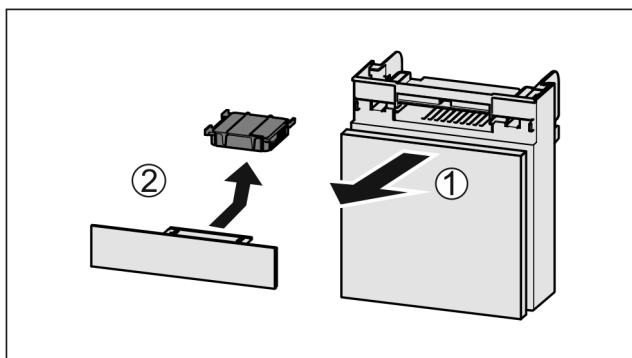

Fig. 148
- ▶ Потягніть Fig. 148 (1) відділення вперед.
- ▶ Витягнути Fig. 148 (2) фільтр з активованого вугілля.